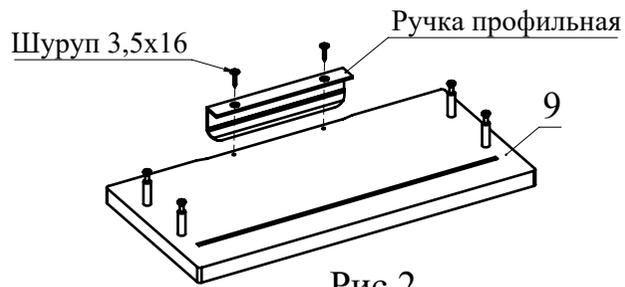

Рис.2
2. При помощи шурупов 3,5x16 закрепите ручку профильную на детали 9 (Рис. 2).